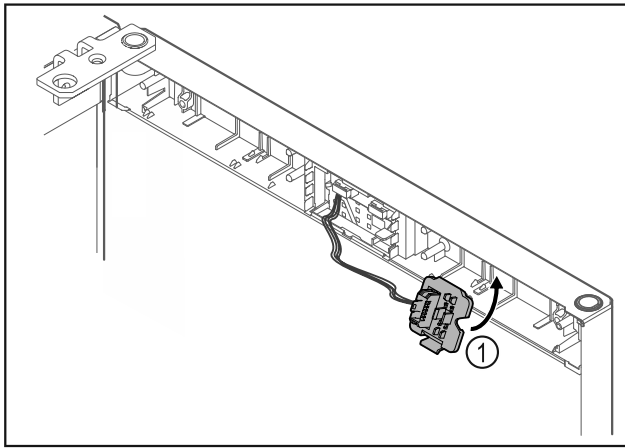

Fig. 18
- Mbërtheni mbajtësen e spinës Fig. 18 (1) në anën tjetër.